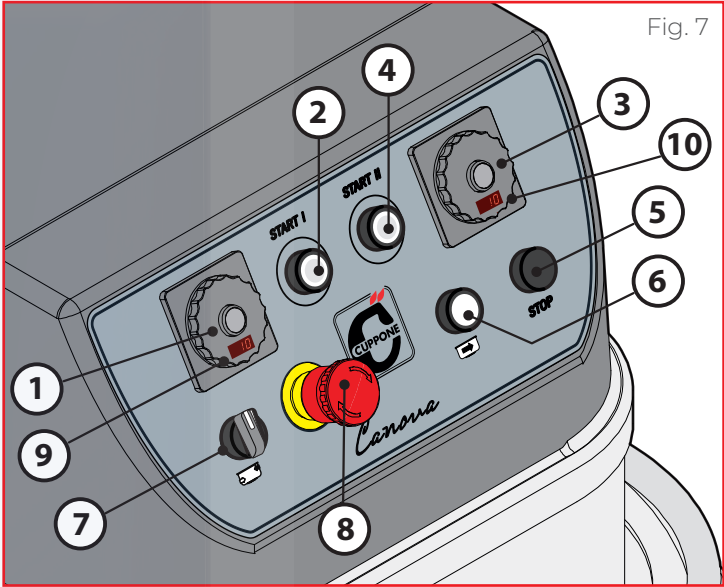

Fig. 7
► Fig. 7 La elaboración puede iniciarse de una de las siguientes maneras: